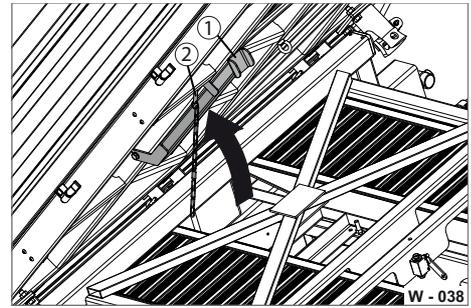

Abb. 28 Wartungsstütze sichern
- ▶ Klappen Sie die Wartungsstütze (Abb. 28/1) hoch.
- ▶ Sichern Sie die Wartungsstütze mit dem Sicherungsstift (Abb. 28/2). Die Ladebrücke kann zurück gekippt werden.